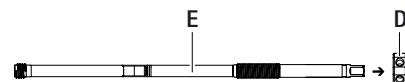

Рис. 9
- Отвинтите гайку **D** с внутренней втулки **E**, см. Рис. 9.